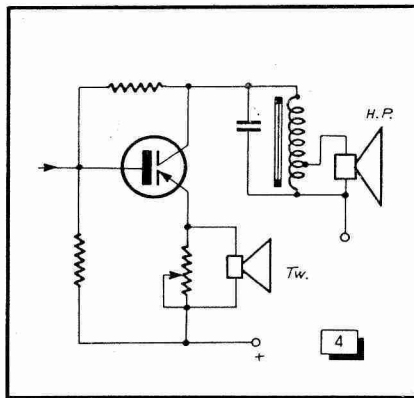

Fig. 4. — Branchement d'un tweeter dans le circuit d'émetteur du transistor de sortie.
Le montage qui nous aurait presque donné satisfaction est reproduit dans la figure 4. Il s'agit d'une cascade de deux étages en collecteur commun; en y utilisant des transistors d'un gain de courant voisin de 300, tels que les SFT 108 de la C.S.F., on arrive à une impédance d'entrée de 3 M Ω et une capacité de 3 pF. Le seul ennui, c'est que la première valeur est seulement valable en B.F. Tandis que la capacité d'entrée garde sa valeur étonnamment faible à toutes les fréquences, la résistance d'entrée devient infinie, et puis négative à partir de 50 ou 100 kHz, si bien qu'à 5 ou 10 MHz, on arrive à faire osciller même un circuit fortement amorti en le connectant simplement à l'entrée de la sonde. Bien entendu, on peut compenser cette résistance négative en connectant une résistance R en série avec la connexion d'entrée. Mais on aboutit alors à des valeurs tellement fortes que le bruit dû à la seule agitation thermique devient absolument prohibitif pour l'application envisagée ici. De plus, cette résistance R modifie la courbe de réponse d'une manière qu'il est difficile de corriger.
Pour améliorer la qualité musicale d'un poste, l'emploi d'un H.P. séparé pour les aigus peut être souhaitable. Un petit H.P. ayant une impédance appropriée peut être placé dans l'émetteur du transistor de sortie suivant la figure 4. Il faut choisir un modèle de tweeter dont la résistance ohmique soit faible, afin que la contre-réaction due à la présence d'une charge dans l'émetteur soit réduite au minimum pour les fréquences basses. Pour les fréquences élevées, elle est suffisante pour une atténuation efficace dans le circuit du H.P. principal.
Fig. 4. — Un correcteur de graves réalisé comme sur la figure 3 permet d'obtenir une courbe parfaitement plate (2), mais il présente l'inconvénient suivant : la courbe correspondant au renforcement des graves (3) s'écarte de la courbe plate pour des fréquences plus élevées que celle qui correspond à leur atténuation (1).